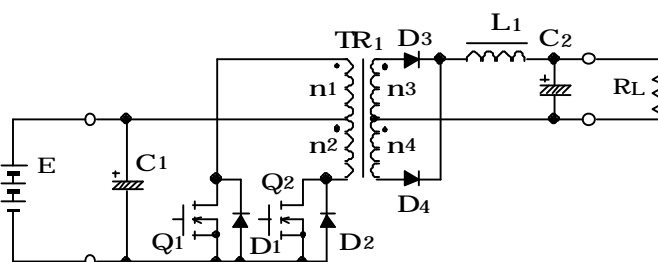
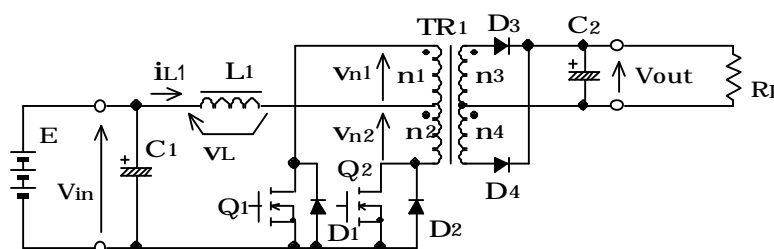

図1 通常の (電圧型の) プッシュプル方式 DC/DC コンバータ
図2 電流型のプッシュプル方式 DC/DC コンバータ
通常のプッシュプル方式 DC/DC コンバータ (図1) はいろんなシステムに広く用いられており、文献や解説書も多数存在する。しかし、電流型のプッシュプル方式 (図2) はあまり用いられておらず、解説書もほとんど存在しない。しかしながら、電流型の DC/DC コンバータは入力電流のリプル成分を抑制できる、高い昇圧比を得ることができる、などの特長があり、太陽電池や燃料電池の出力電圧の昇圧に適していると考えられる。したがって電流型プッシュプル方式 DC/DC コンバータは太陽光発電や燃料電池システムの普及に伴って今後広く用いられるようになる可能性がある。本技術メモでは電流型プッシュプル方式 DC/DC コンバータの動作原理と基本特性を説明する。なお、電流型 DC/DC コンバータの一般的な説明は平地研究室技術メモ「電流型 DC/DC コンバータについて」(1) を参照下さい。
図2に示すように、電流型のプッシュプル方式はリアクトル  $L_1$  が入力側に配置されている。リアクトルは電流源として動作するのでこの方式を電流型と呼ぶ(1)。もし電源  $E$  自身が電流源であるならば  $L_1$  や  $C_1$  は省略することができる。逆に通常のプッシュプル方式 (図1) は電源が電圧源でなければならないので電圧型と呼ぶ(1)。図1と図2を比較すれば分かるように  $L_1$  の位置以外は電圧型も電流型も同じ回路構成である。